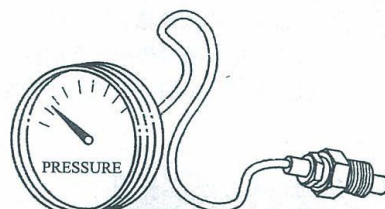

图 1-329 手持式机油压力表
(6) 机油压力表显示是否正确 用手持式机油压力表可以验证机油压力，可以检查车载机油压力表和机油压力传感器是否显示正确，见图 1-329。